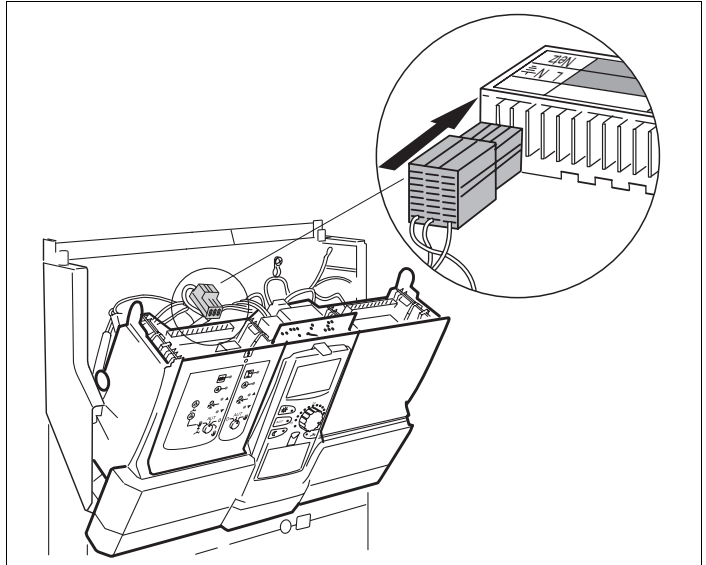

Fig. 7 Collegamento a rete dell'alloggiamento 1
- Inserire la spina di collegamento modulo da 230 V nella posizione prevista nella morsettiera (vedi ingrandimento in fig. 7).
- Scollegare e mettere in posizione sicura la spina di collegamento del modulo a 230 V (cfr. fig. 7, pag. 16) e tutti i cavi di collegamento del modulo ZM 424.